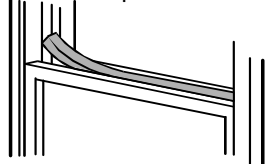

Fig.11
5. Tăiați garnitura de spumă la lungimea potrivită și etanșați spațiul dintre canatul de sus și canatul exterior al ferestrei. Consultați Fig.11.